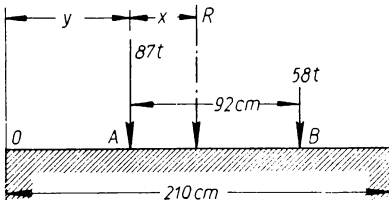

Bild 193
**323.** Ein gemauerter Brückenpfeiler in einem Flußlaufe hat die Auflagerdrücke von zwei Brückenträgern aufzunehmen, nämlich  $87 \text{ t}$  und  $58 \text{ t}$ . Der waagerechte Abstand dieser Kräfte beträgt  $92 \text{ cm}$  (Bild 193). Gesucht wird a) die